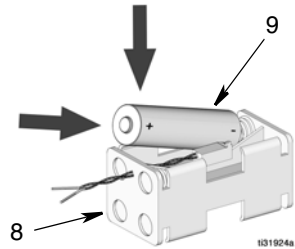

FIG. 10
3. Retirez les quatre piles AA du support de piles (8). Jetez les piles dans un conteneur approuvé pour l'élimination des piles.
4. Insérez quatre piles alcalines AA (9) dans le support de piles (8) comme illustré en FIG. 10. Assurez-vous que les piles sont à plat dans le support.